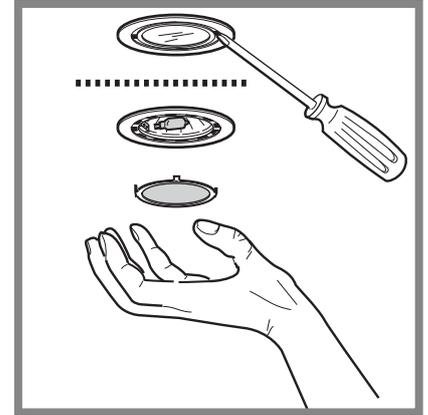

Abb. 5
- Entfernen Sie die Lampe; heben Sie diese hierzu mit einem kleinen Flachschraubenzieher an (Abb. 5).